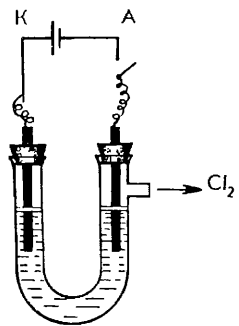

Рис. 22. Электролиз хлорида олова
Оборудование: электролизер с угольными электродами (рис. 22), источник постоянного тока, 0,5 н. раствор хлорида олова (II), 0,1 н. раствор иодида калия, смешанного со свежеприготовленным крахмальным раствором, или иодокрахмальная бумага.